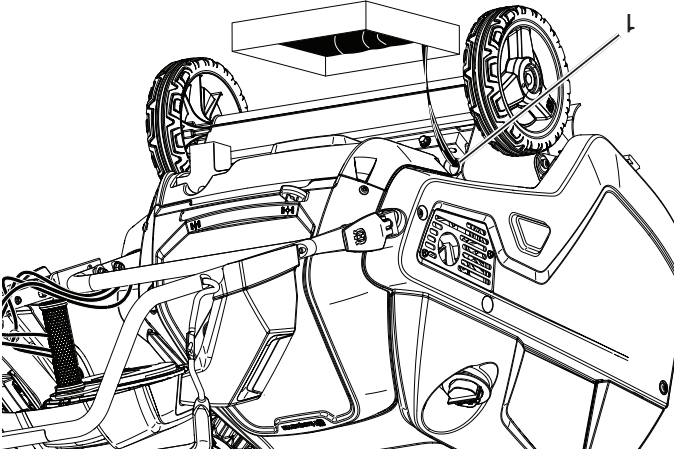

Figure 23
4. Placer un contenant sous le bouchon de vidange d'huile, retirer le bouchon de vidange d'huile, puis basculer la souffeuse à neige vers l'arrière et laisser l'huile usée s'écouler dans le carter de vidange d'huile (Figure 23).
6. Visser le bouchon de remplissage d'huile/la jauge (1) et bien serrer à la main.